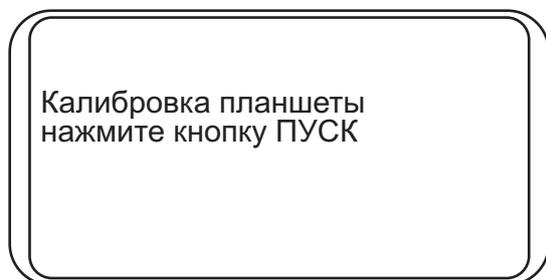

Рис. 9. Определение глубины опускания гребенки до дна планшета
4.20.1. Нажав кнопку **Ввод/Enter** в стартовом режиме, на дисплее появляется надпись (рис. 9).